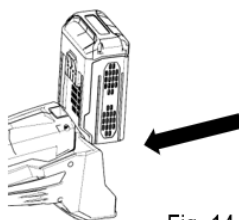

Fig.14
1. Insira a bateria nos slots até ouvir um som de “clique” (Fig. 14).